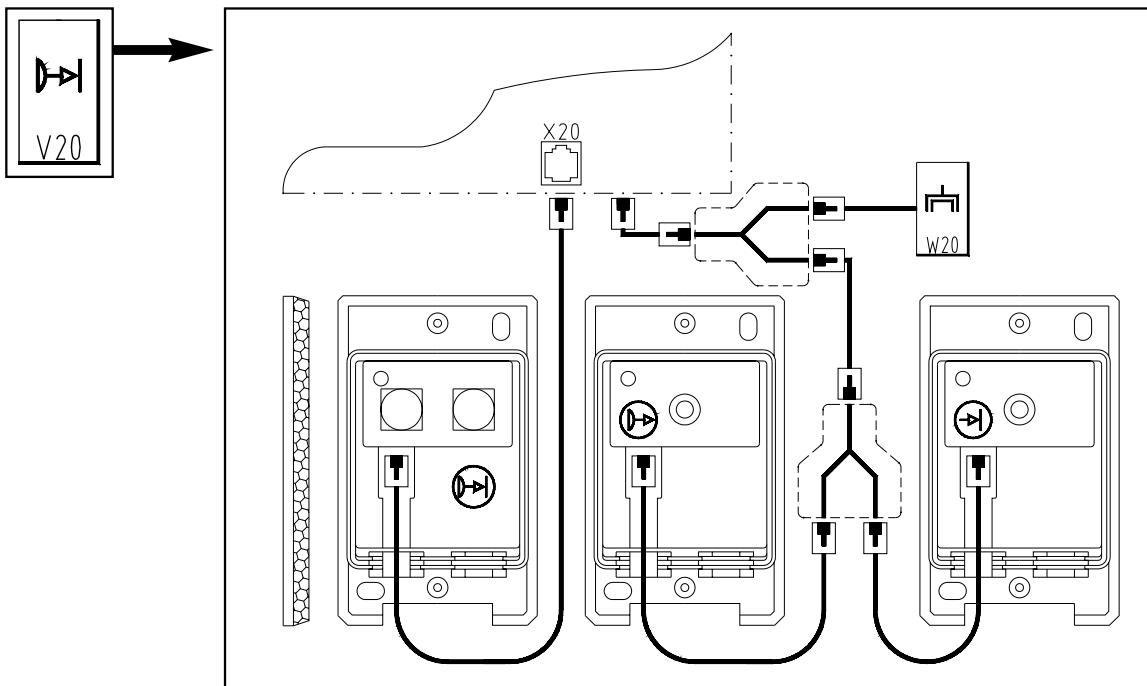

图11：光栅连接
- 将光栅插入到控制的插座X20中。光栅的布线工作请按照图11所示。详情请参阅光栅的安装说明。